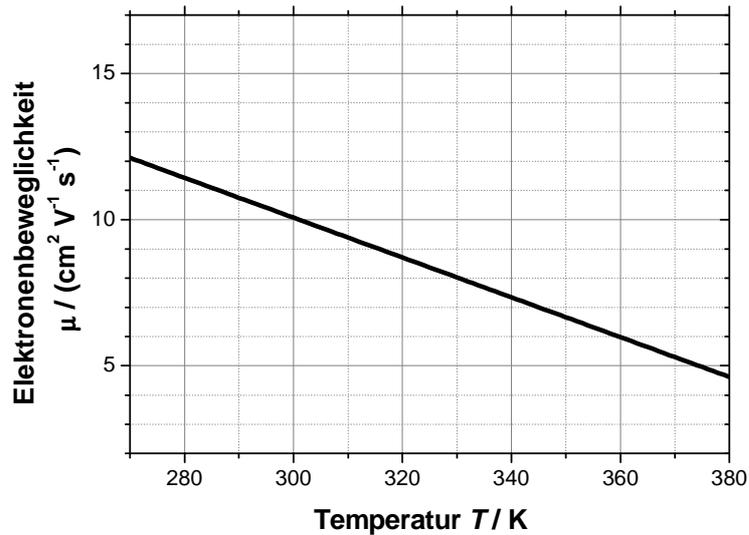

Bild 2: Elektronenbeweglichkeit $\mu(T)$ von Ni im Bereich zwischen 270 ... 380 K
b) In Bild 2 ist die Elektronenbeweglichkeit μ von Nickel (näherungsweise) skizziert. Bestimmen Sie den technischen Temperaturkoeffizienten α der Elektronenbeweglichkeit bei Raumtemperatur (300 K). (1 Punkt)